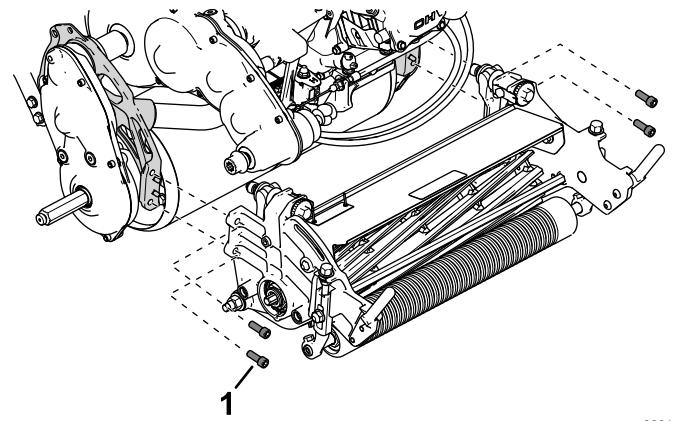

Figure 4
3. Fixez l'unité de coupe sur la machine à l'aide de 4 vis à tête creuse (Figure 4).